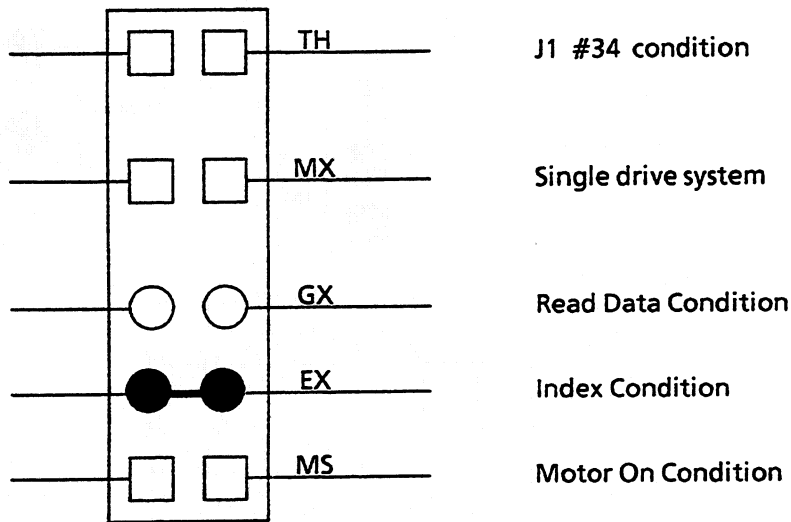

FIGURE 4-3 JUMPER CONFIGURATION FOR TH, MX, GX, EX, MS
4.2.2 MS JUMPER (See Figure 4-3)
4.2.3 MX JUMPER (See Figure 4-3)
4.2.5 GX JUMPER (See Figure 4-3) ※※※ OPTION ※※※
4.2.6 EX JUMPER (See Figure 4-3) ※※※ OPTION ※※※
4.2.12 TH JUMPER (See Figure 4-3)